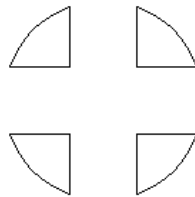

図 1.7.20
**減算：**主オブジェクトの重複しない部分を保持する（図1.7.20参照）。